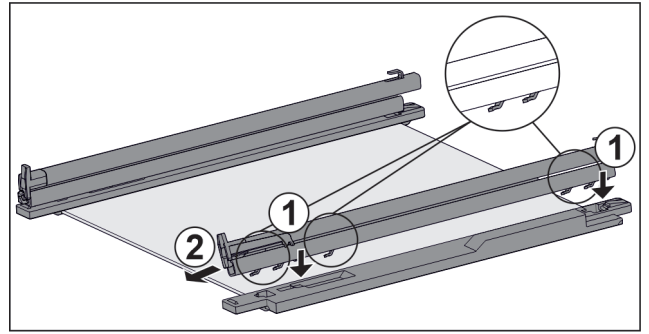

Fig. 48 Tablette en verre avec rails et pièces de retenue
- ▶ Placer les crochets du rail sur les ouvertures de la pièce de retenue de **gauche**. Fig. 48 (1)
- ▶ Tirer le rail vers l'avant. Fig. 48 (2)
- ▶ Placer les crochets du rail sur les ouvertures de la pièce de retenue de **droite**. Fig. 48 (1)